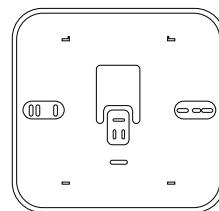
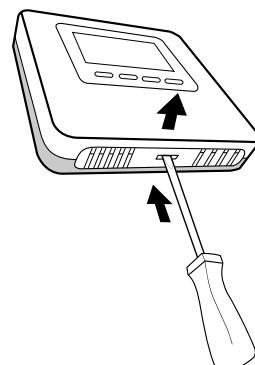

Рис. 10
Рис. 19
- Смонтируйте при необходимости опорную пластина на электрическую соединительную коробку, которая поставляется в комплекте (Рис. 10).
Слегка надавив на защелку, расположенную в нижней части, снимите монтажное основание (Рис. 19). Вставьте 2 щелочные батарейки в специальный отсек, сблюдая полярность согласно отметкам, указанным на устройстве. После завершения операции установите на место регулятор температуры в помещении: сначала верхнюю часть, а затем после поворота вниз аккуратно прижмите ее. Беспроводной регулятор температуры в помещении осуществляет непрерывный мониторинг уровня заряда батарей, срок пригодности которых составляет примерно 2 года. Когда заряд заканчивается, на дисплее отображается значок «» (Рис. 10). Выполните замену батареек в соответствии с описанием, приведенным выше.